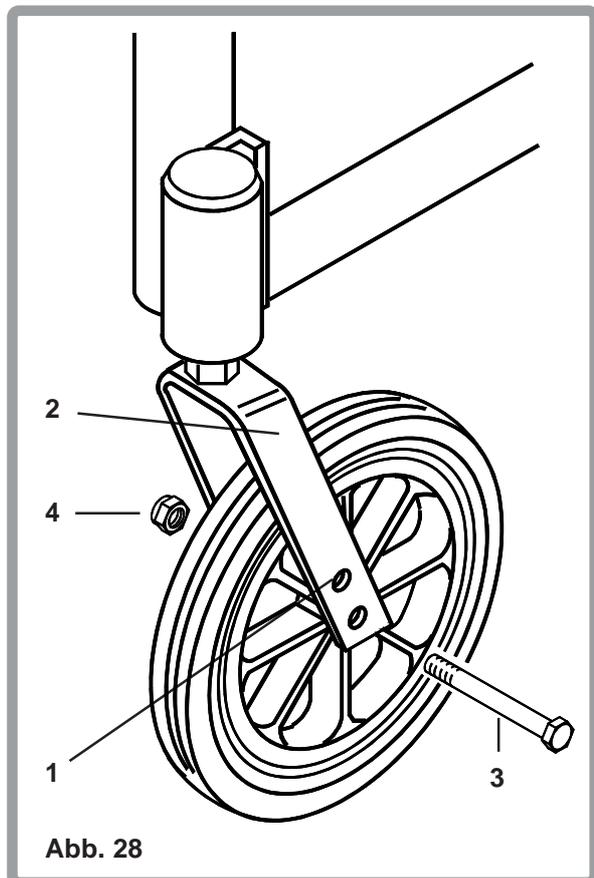

Abb. 28
Um die Sitzhöhe zu verstellen, das Vorderrad zu ersetzen oder dessen Position zu verändern, lösen Sie die Schraube (3) und Mutter (4), danach bringen Sie das Vorderrad in die gewünschte Bohrung (1) in der Vorderradgabel (2) und ziehen die Schraube und Mutter wieder fest (Abb. 28).